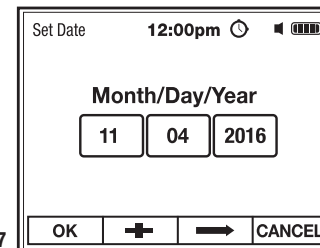

Fig. 27
2. Utilice el botón de función **F2 +** para establecer un valor numérico (resaltado en rojo), (Fig. 27).
3. Utilice el botón **F3 $\Rightarrow$** para seleccionar Mes, Día o Año (Fig. 27).
4. Pulse la tecla **F1 OK** para guardar la configuración y volver al Menú de Fecha/Hora (Fig. 27).